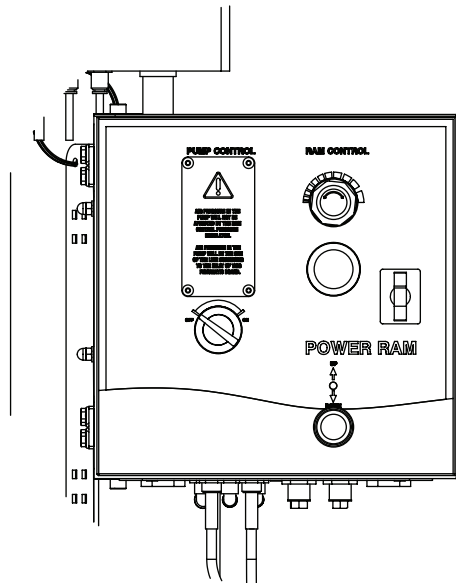

Fig. 6
1. Compruebe que la palanca del armario de control se encuentra en la posición "NEUTRAL" (centro) (fig. 6).
4. Mueva la palanca del armario de control a la posición "DOWN" (abajo) (fig. 6).
5. Deje que el plato seguidor descienda por el depósito. Cuando el plato se detenga y no salga aire, pare el inductor pasando la palanca del armario de control a la posición "NEUTRAL" (centro) (fig. 6).
3. Mueva la palanca del armario de control a la posición "UP" (arriba) (fig. 6).